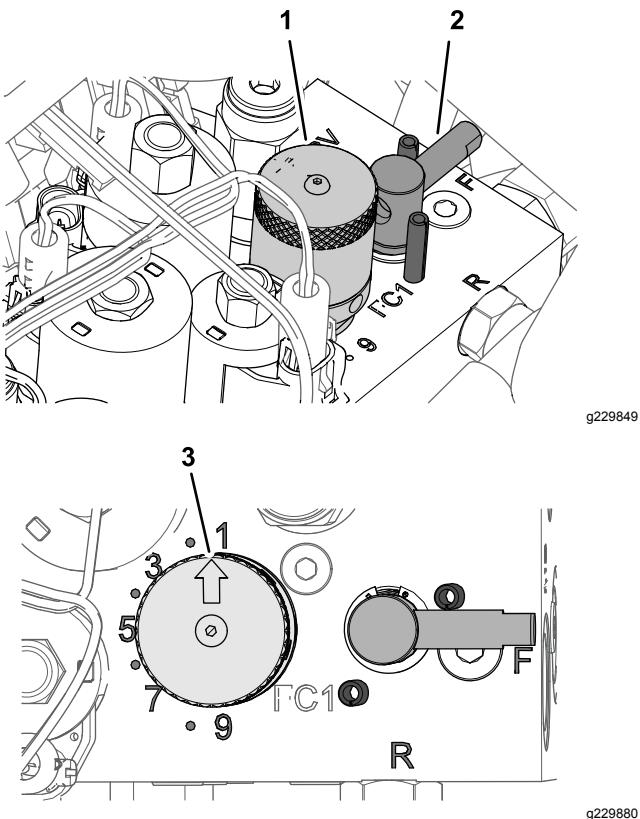

Рисунок 54
5. Для настройки частоты вращения барабана поворачивайте ручку регулятора частоты вращения барабана (Рисунок 54), пока стрелка указателя не совместится с числом, определенным при выполнении пункта 3.